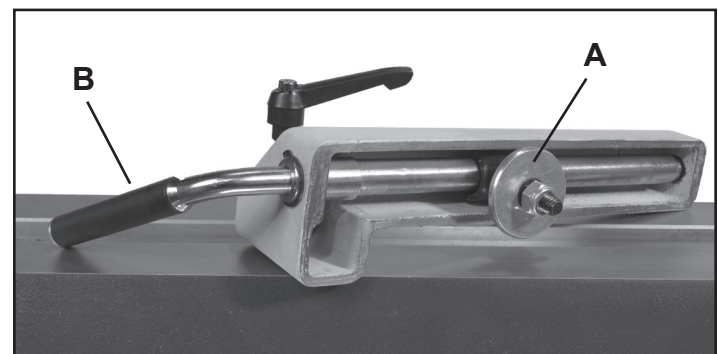

FIG. 12
Si des ajustements sont requis, la pression de serrage peut être modifiée en tournant les gros écrous (#16C & 11D) situés sous la base du tour et les assemblages. Cela peut être fait avec une clé de 16mm (5/8") une clé à molette (non-incluse). La figure 12 montre le porte-outil retiré de la base du tour afin de voir le mécanisme de blocage et l'écrou (A).
- Desserrez la poignée de blocage (B) de façon à ce qu'il n'y ait plus de pression exercée sur la base du tour.